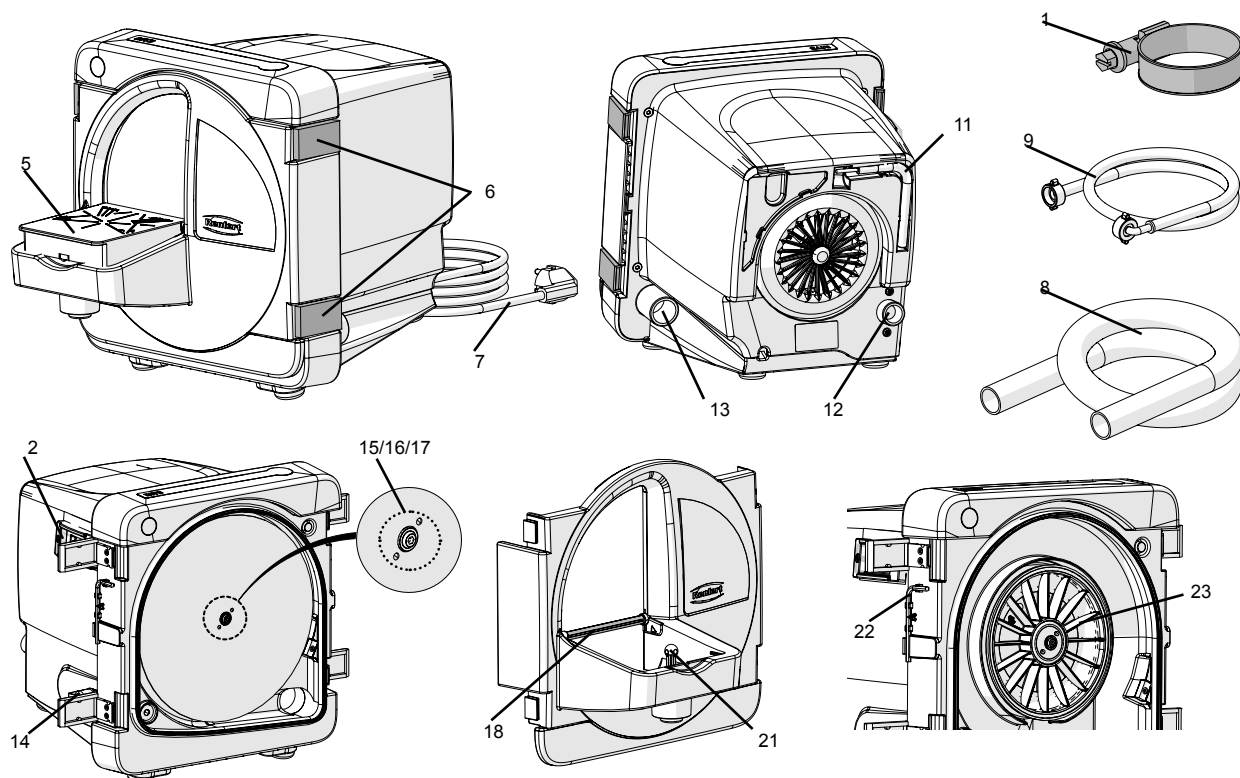

Fig. 1
- Sæt netstikket (7, fig. 1, 2) i.
Apparatet til- og frakobles med tænd/sluk-kontakten (2, fig. 1).